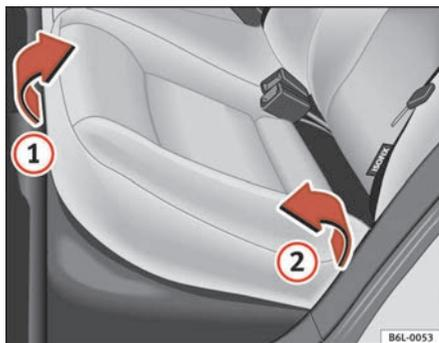
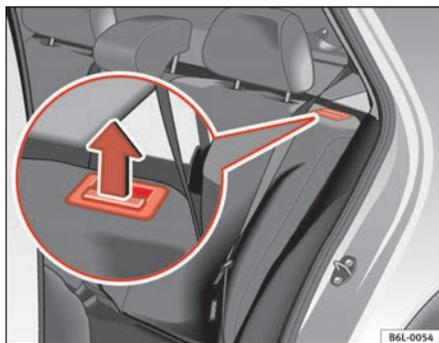

Fig. 71 Levantar el cojín del asiento trasero
Fig. 72 Tecla de desbloqueo del respaldo trasero
- Tire del borde delantero del cojín del asiento ⇒ fig. 71 ① hacia arriba en la dirección de la flecha.
- Levante el cojín ② hacia adelante en la dirección de la flecha.
- Tire de la tecla de desbloqueo ⇒ fig. 72 en la dirección de la flecha y abata el respaldo hacia delante.